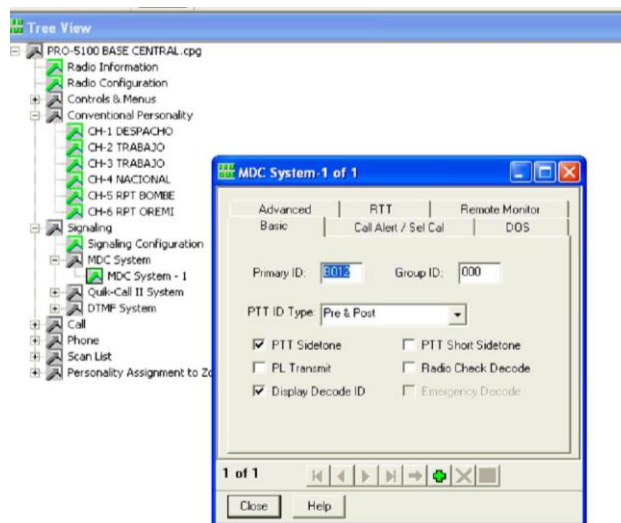

Figura 3.10 Agregando Señalización
9. Para Colocar el ID al equipo clic en Signaling y en MDC System ver Figura 3.10.